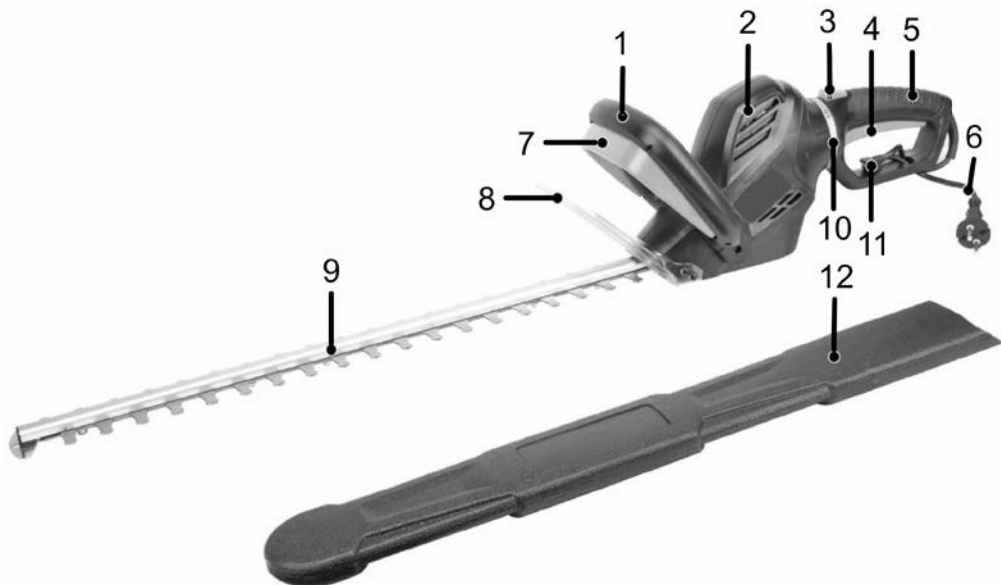

Рисунок 1
- зовнішнім оглядом переконатися у справності шнура електроживлення кушоріза (6, рисунок 1) і подовжувача, їх силових вилок, в цілісності деталей корпусу виробу та справності різального полотна (9, рисунок 1);
- перевірити чіткість роботи пускової клавіші (4, рисунок 1) та важеля розблокування системи запуску (7, рисунок 1) через їх короткочасне (2-3 рази) натискання;
3.3 Для роботи необхідно використовувати відповідний подовжувач. Зафіксуйте шнур подовжувача на гачку (11, рисунок 1), завіши петлю шнура у відповідний отвір у захисному щитку задньої рукоятки (дивіться рисунок 2). Вставте силову вилку кушоріза в розетку подовжувача.
3.4 Налаштуйте задню рукоятку (5, рисунок 1) для відповідного типу роботи. Для зміни положення рукоятки відносно корпусу двигуна (2, рисунок 1), натисніть на кнопку блокування положення (3, рисунок 1) та поверніть рукоятку на обраний кут по шкалі (10, рисунок 1), як це показано на рисунку 3, а потім відпустіть кнопку блокування. Перевірте надійність фіксації рукоятки в обраному положенні.
- зніміть захисний кожух (12, рисунок 1) з різального полотна;
- для запуску двигуна кушоріза одночасно натисніть на пускову клавішу (4, рисунок 1) та важіль розблокування системи запуску (7, рисунок 1);
- при роботі тримайте задню рукоятку (5, рисунок 1) однією рукою для легкого керування пусковою клавішею (4, рисунок 1), а іншою рукою міцно тримайте передню рукоятку (1, рисунок 1) для контролю руху кушоріза (дивіться рисунок 4);